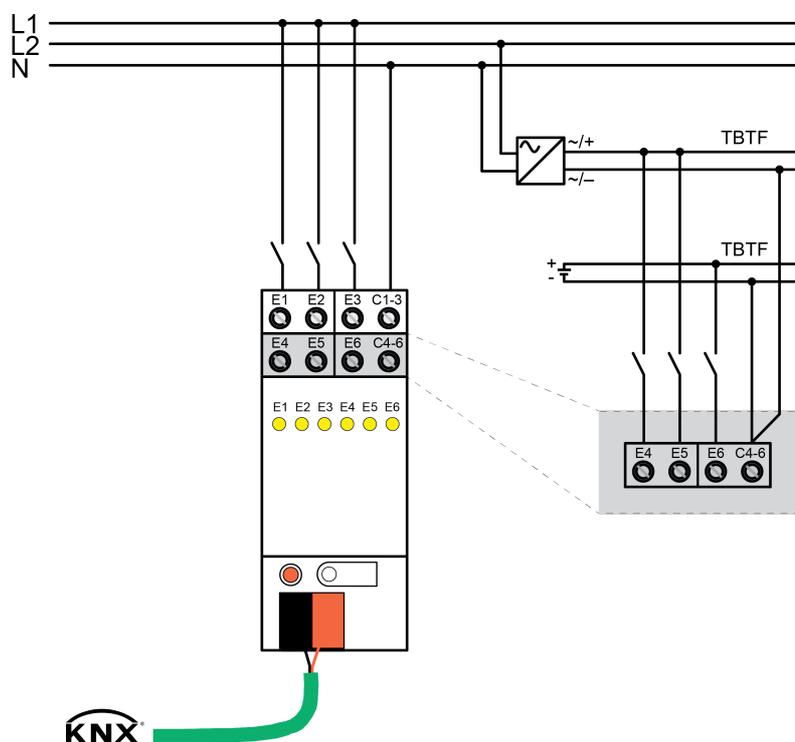

Figure 4: Raccordement commun de circuits électriques secteur et basse tension
- Brancher les circuits électriques selon l'exemple de raccordement (figure 4)Raccorder .